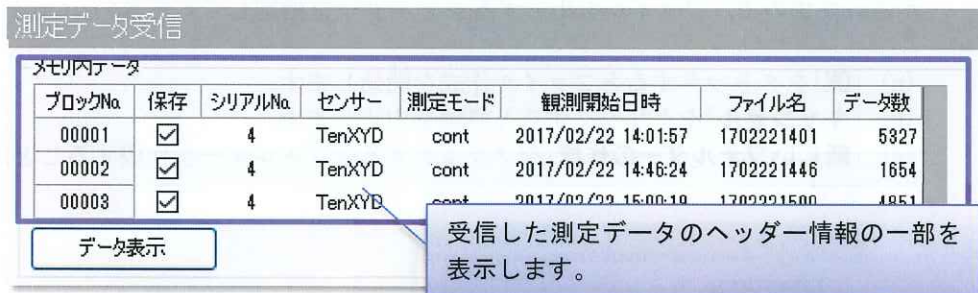

図 3.12 測定データを受信
- (3) メモリー内に測定データが見つかった場合は“メモリー内データ”部にデータが表示されます。（図 3.12）